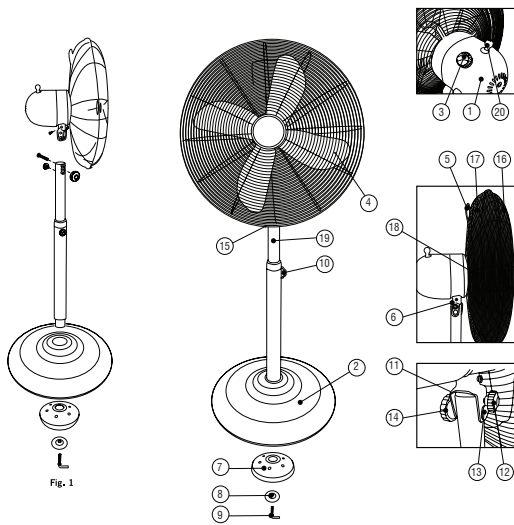

Fig. 1
- 3.2.1. Montez la colonne réglable (S) dans le trou du support de base (B), placez la base de contrepoids (G) sous la base de support (B) et fixez avec la vis en forme de "L" (I) en insérant la rondelle (H) Entre la base et la vis en forme de "L" (I) (Fig.1)
- 3.2.1. Coloque a coluna ajustável (S) no furo no suporte da base (B), coloque a base do contrapeso (G) por baixo da base de suporte (B) e fixe com o parafuso em forma de L inserindo a anilha (H) Entre a base e o parafuso em forma de "L" (I) (Fig.1)